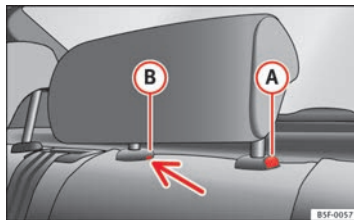

Fig. 82 Apoyacabezas trasero central: punto de desbloqueo
- Para ajustar el apoyacabezas a una altura menor, pulse la tecla ① ⇒ fig. 82 y desplácelo hacia abajo.
- Pulse la tecla **(A)** ⇒ fig. 82 y saque al mismo tiempo el apoyacabezas del respaldo ⇒ ⚠.